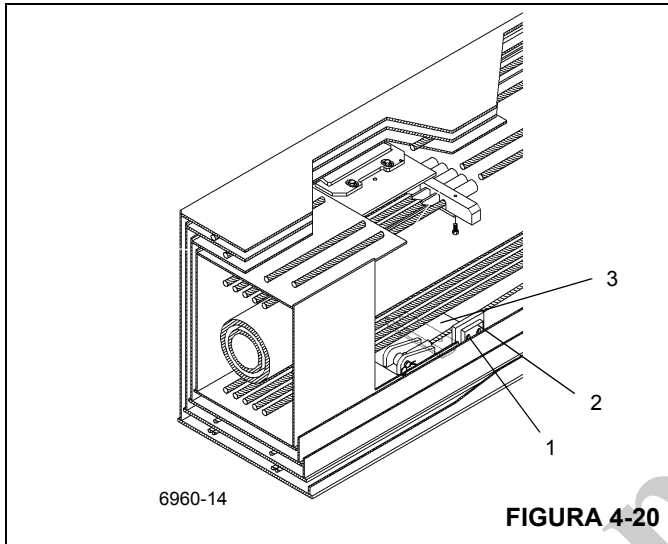

FIGURA 4-20
8. Si es necesario, retire los pernos (1) que fijan cada almohadilla de desgaste lateral trasera inferior (2) a la sección de extremo (3) (Figura 4-20). Retire las almoha-